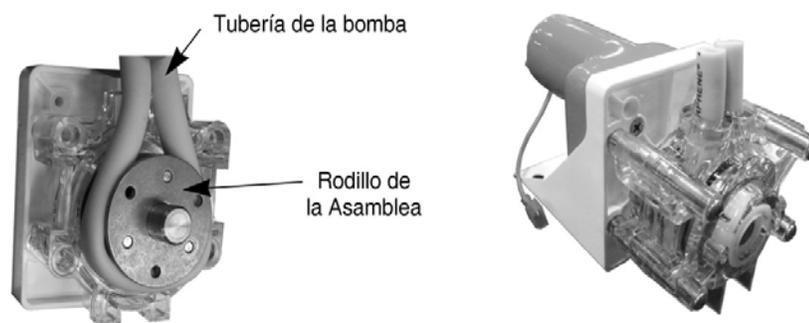

Figura 16. Conjunto de la bomba
3. Retire **ÚNICAMENTE** la mitad del cuerpo de la bomba posterior para revelar las mangueras y rodillos de la bomba (véase la Figura 16.).